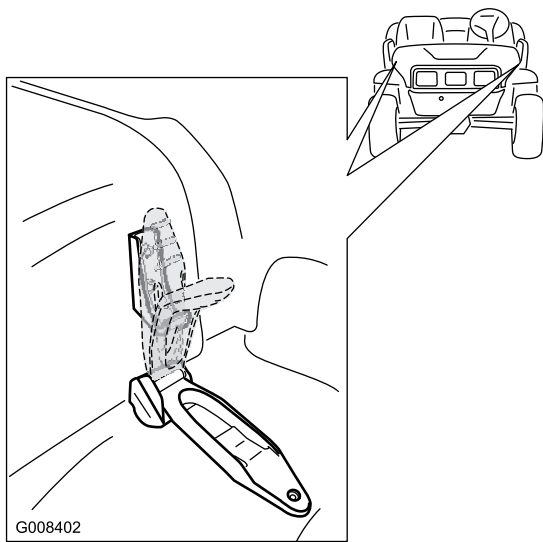

Bild 27
1. Heben Sie den Hebel der Gummiriegel an jeder Seite der Motorhaube an (Bild 27).
2. Fluchten Sie die Gummriegel auf den Riegelankern an jeder Seite der Motorhaube aus, um die Motorhaube zu befestigen (Bild 27).